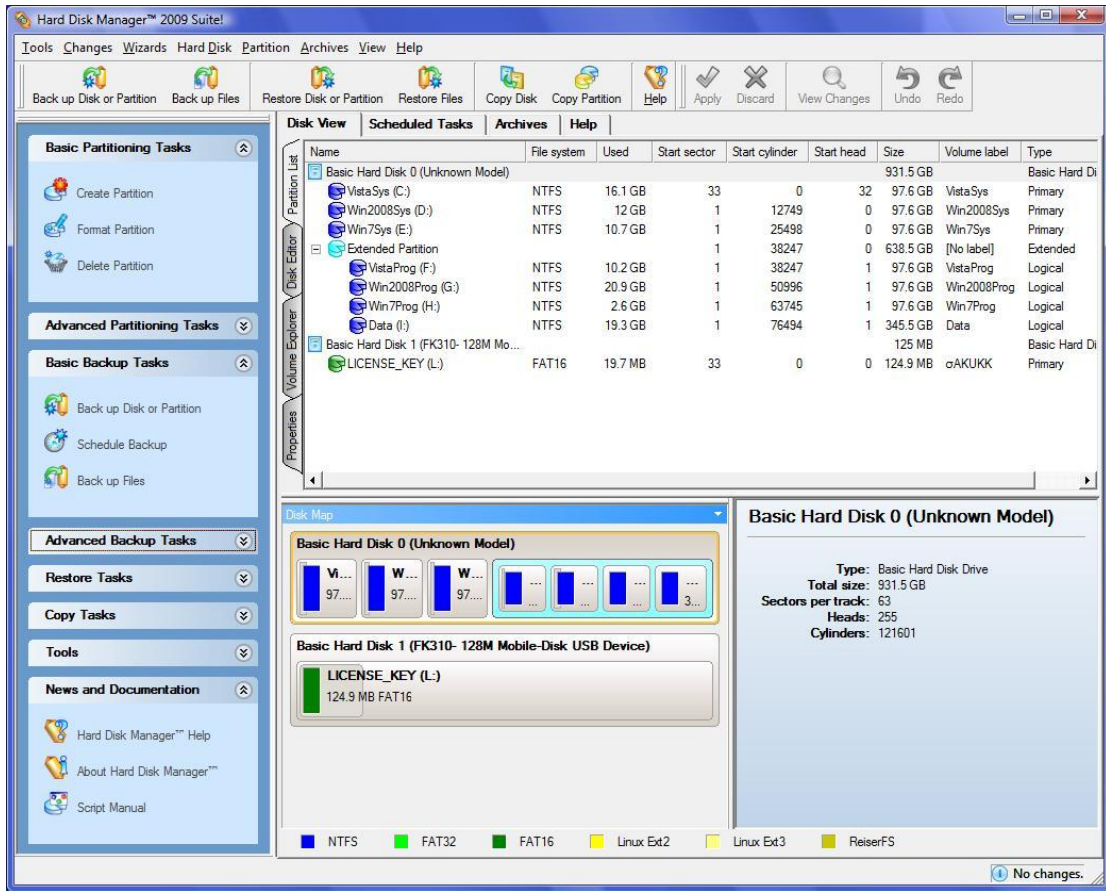

图 44
(E) Advanced Options: 管理硬盘分区和镜像文件，如图 44 所示。